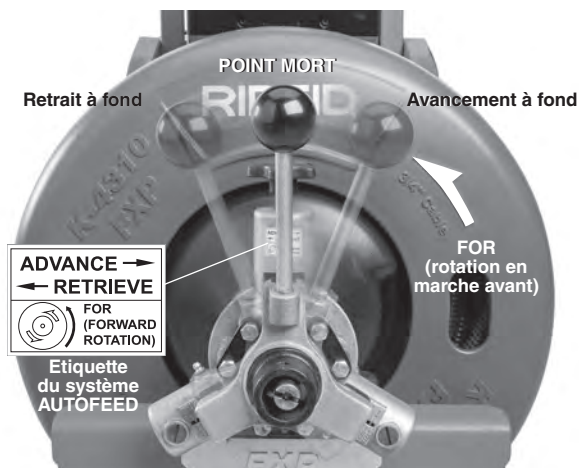

Figure 19 – Positions du levier du système AUTOFEED (câble tournant en direction « FOR »)
- Mettez l'interrupteur Marche/Arrêt en position « ON », puis le commutateur FOR/OFF/REV à la position « FOR ». Appuyez momentanément sur la pédale de commande pour noter la direction de rotation du tambour. Attendez que le tambour s'arrête complètement. Si la pédale de commande ne permet pas de contrôler l'appareil, n'utilisez pas le dégorgeoir avant que la pédale de commande ait été réparée. Vu de face, le tambour devrait normalement tourner en sens anti-horaire, voire dans le sens de rotation indiqué par la flèche de la Figure 19.
système AUTOFEED. Le levier devrait alors se trouver au point mort, voire à la verticale (*Figure 19*).
Appuyez sur la pédale de commande pour entamer la rotation en direction « FOR » de l'appareil. L'individu qui contrôle le câble doit aussi contrôler la pédale de commande. Ne pas utiliser le dégorgeoir avec un individu chargé de contrôler la pédale de commande, tandis qu'un autre se charge du câble. Cela pourrait entraîner le vrillage, le plissage ou la rupture du câble. Avec le câble en rotation, amenez le levier du système AUTOFEED en sens opposé au sens de rotation du câble (*Figure 19*). Cela fera sortir le câble de l'appareil. Plus le levier est éloigné du point mort, plus le câble avancera rapidement.